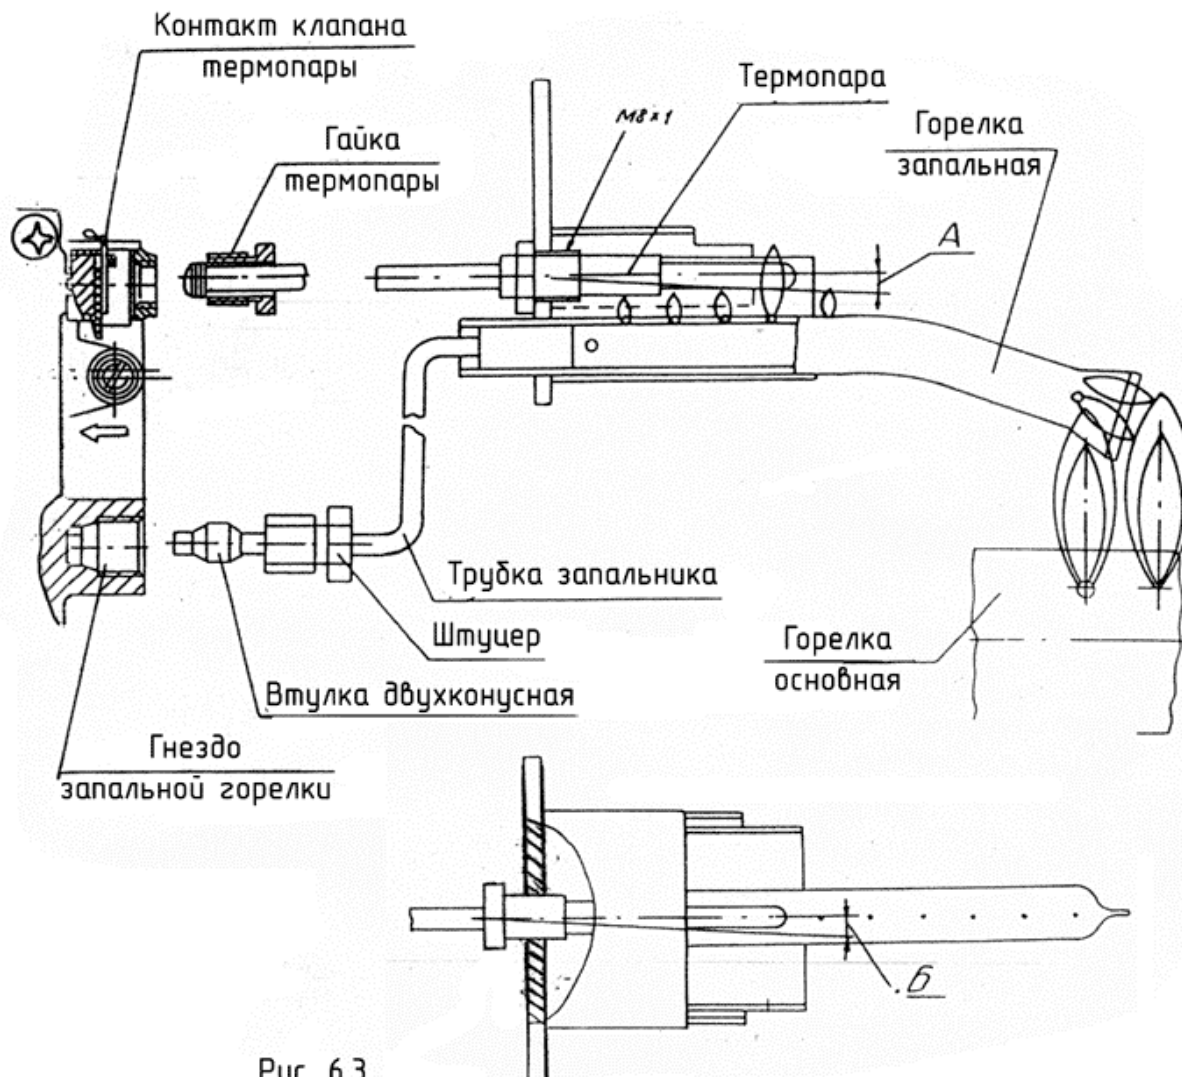

Рис. 6.3.
6.3. Заверните термопару в гнездо над запальной горелкой, рис. 6.3. Ослабьте винты установки термопары и установите термопару в необходимое положение.